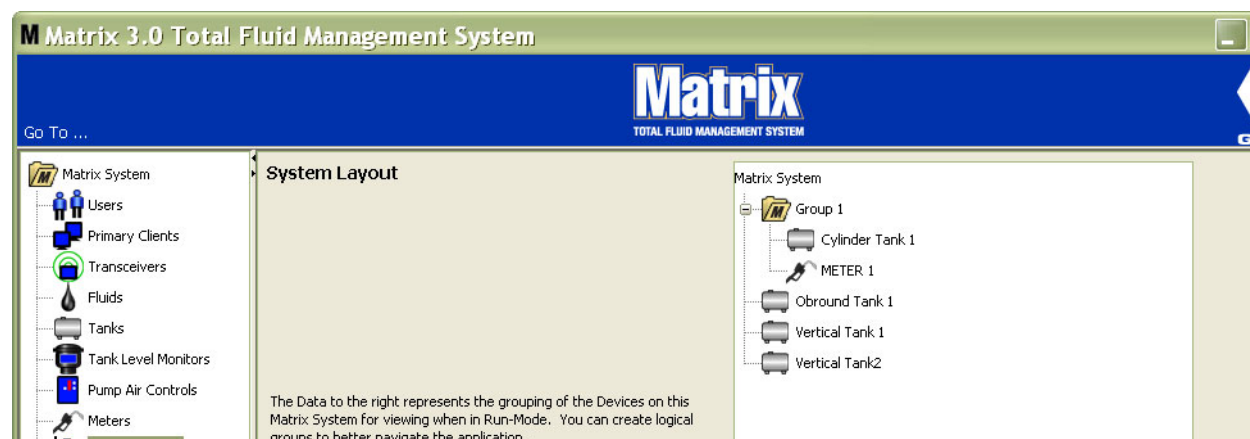

FIG. 132
12. Lorsque vous aurez fini de créer ou de modifier les dossiers de groupe, cliquez sur "OK" pour fermer l'écran et enregistrer les modifications. Le ou les groupes que vous avez créés sont affichés dans la colonne système Matrix (FIG. 132).